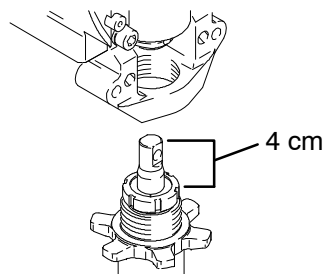

Fig. 18
1. Fig. 18. Træk stempelstangen 3,8 cm ud. Skru pumpen ind, indtil hullerne i lejekrydset er sammen og stempelstangen på linie.